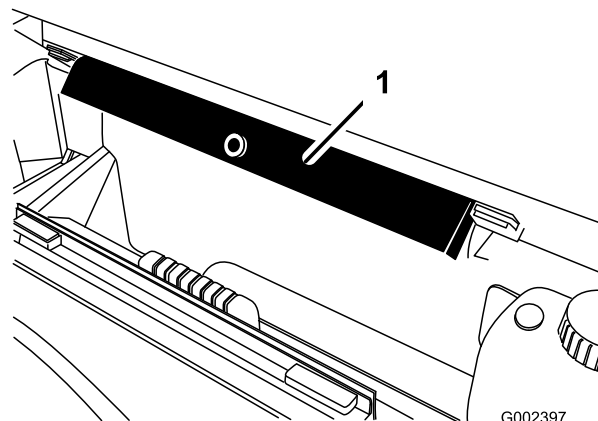

Figura 46
6. Retire el soporte de la plataforma de los soportes situados en la parte trasera del panel de protección anti-vuelco (Figura 46).